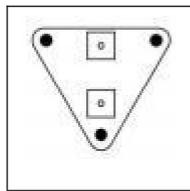

Figura 1.
1). Utilice los paneles de pared (3) para configurar la posición requerida de los ventiladores. marca tres Orificios de montaje, taladre tres orificios en los lugares marcados. Asegúrese de que su El área de montaje es estructuralmente sólida y libre de obstrucciones. Consulte la (Figura 1.)